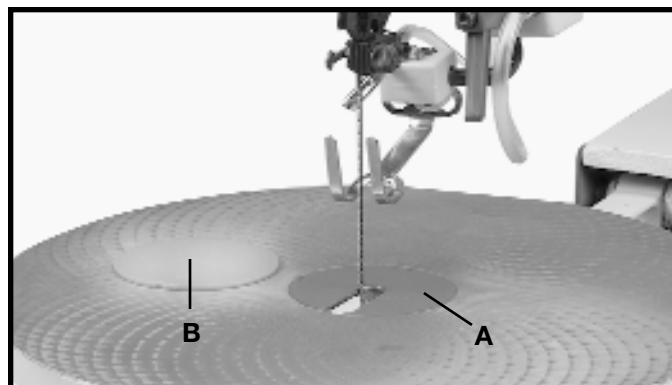

Fig. 21
Une découpe d'insert de table (B) fig. 21 est fournie comme équipement de base de la scie à découper et peut servir pour la découpe de très petites pièces en offrant un support supplémentaire au bas de la pièce. Couper une fente dans l'insert en blanc et replacer l'insert standard (A) avec l'insert en blanc (B). La fente dans l'insert en blanc (B) ne sera qu'aussi large que la lame offrant un support maximum au bas de la pièce..